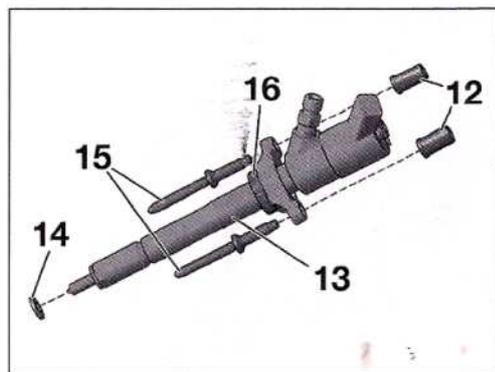

FIG. 62
- Aflojar las conexiones (10).
- Desmontar las tuberías (11).
- Desmontar las tuercas (12) (Fig.62).